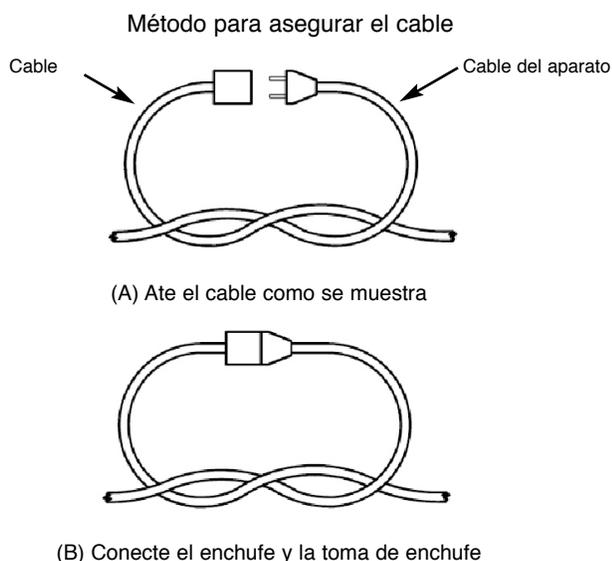

Figura 1
- i) Haga un nudo como se muestra en la Figura 1, o bien